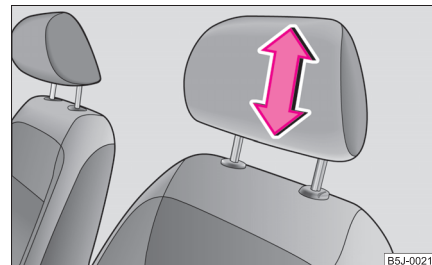

Fig. 46 Reglarea tetierei
- Cuprindeți tetiera cu ambele mâini de părțile laterale și împingeți în sensul tijelor de ghidare din metal, săgeata ⇒ fig. 46 în sus sau în jos.